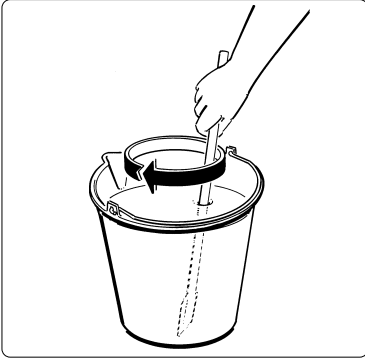

Fig. 3
- a) Diluire e miscelare, in un recipiente a parte, il prodotto con acqua secondo le indicazioni del produttore (vedi fig. 3).